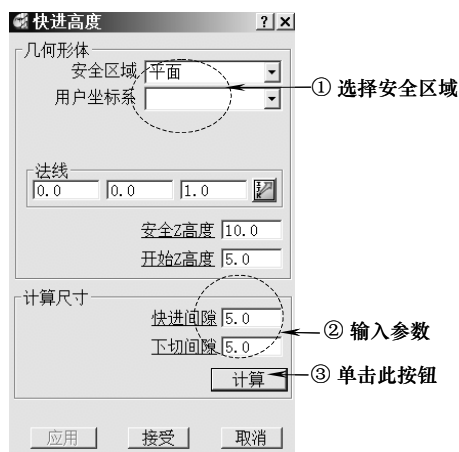

图 6-65 设置快进高度参数
(3) 设置快进高度 在 PowerMILL “综合” 工具栏中, 单击“快进高度”按钮, 打开“快进高度”表格, 按图 6-65 所示设置快进高度参数, 完成后单击“接受”按钮退出。